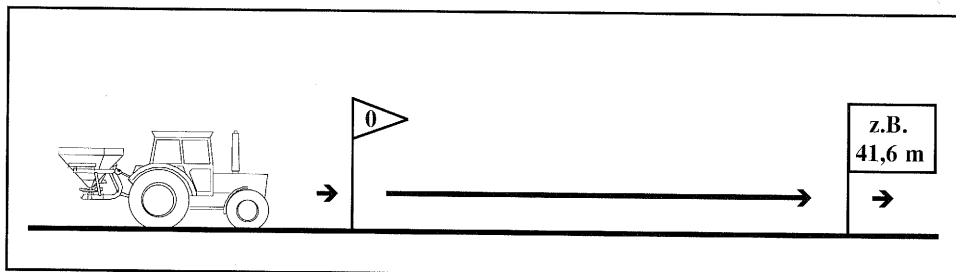

Fig. 7.10
- **De meetstrook van begin- tot eindpunt onder perceel omstandigheden, d.w.z. met vastgestelde, konstante werksnelheid exakt afrijden** (fig.7.10). Hierbij **de zijdelingse schuiven** van de uitloop glijgoot met kabel exakt **aan het meetstrook aanrijpunt volledig openen** (tot tegen de aanslag trekken) **en aan het eindpunt van de meetstrook sluiten**.